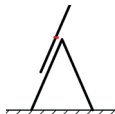

Рисунок 1 — Складная лестница в рабочем положении с выдвинутой лестницей сверху
- Запрещается выдвигать верхнюю лестницу 3-секционной лестницы в положении А, если красная переключательная (или 4-я переключательная сверху) выходит за пределы шарнирного соединения (Рисунок 1).
- Запрещается подниматься по 3-секционной лестнице в положении А выше шарнирного соединения (Рисунок 1).